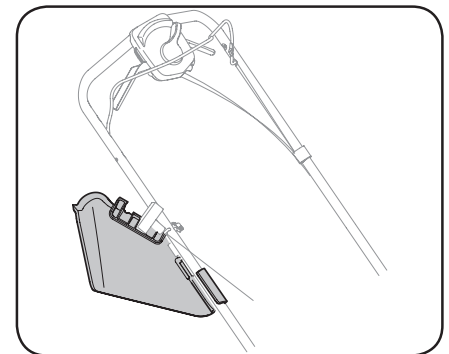

Figura 2-9
3. Cuando no está en uso, puede sujetar la tolva de descarga lateral a la manija como se muestra en la Figura 2-9.